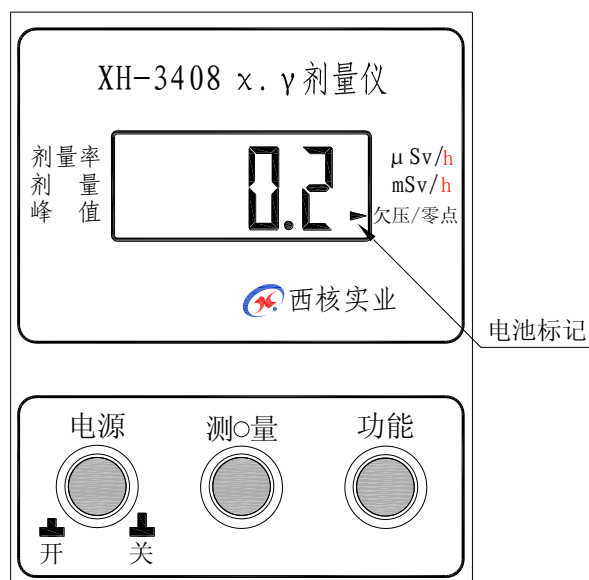

图 3
3.3 打开电源开关，看屏幕上是否有欠压标记在闪动，如果有，则说明电池电量不足。（如图 3 所示）当屏幕上不断的闪烁“- - -”标记时，表示仪器电池电量已经耗完，此时应立刻给仪器充电。